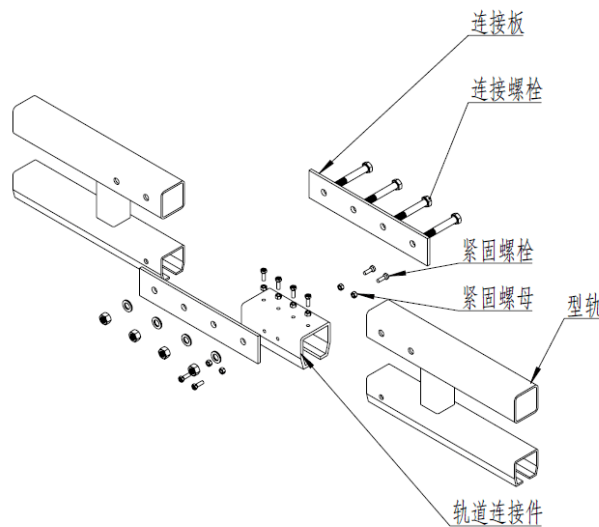

图 2E
- 安装桁架式型轨：将拼接板分别放置在型轨方管的两侧，并用螺栓定位(图 2E)。